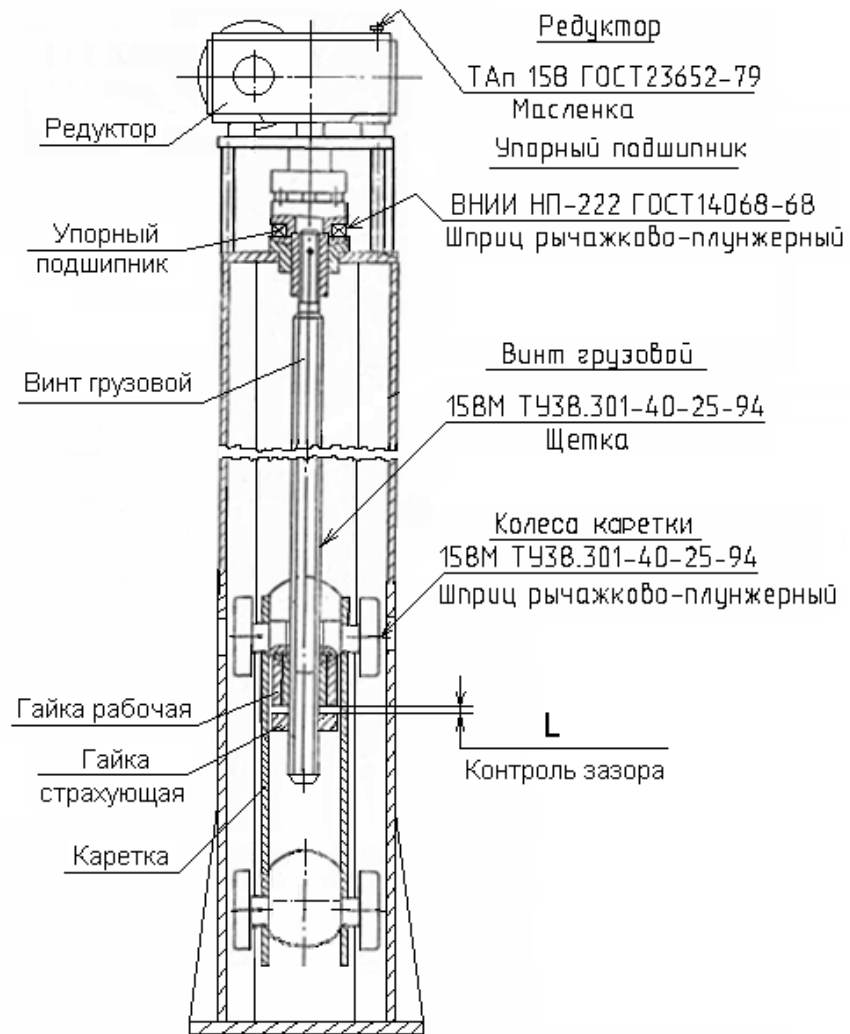

Рис. 5. Стойка подъемника ПС-24. Карта смазки.
- проверить зазоры L (см. Рис.5) между страхующей и рабочей гайками во всех стойках (см. п. 5.16). Результаты замеров зафиксировать в таблице № 3.
- произвести смазку стоек подъемника в соответствии с картой смазки (см. Рис. 5).